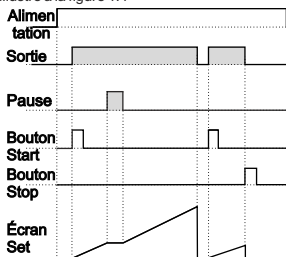

Figure 1.3
1.2.1 Si le comptage est  $\boxed{dÉct} = 0$  et que  $\boxed{outF}$  est  $\boxed{0-n}$ , le schéma de commande sera celui illustré à la figure 1.3